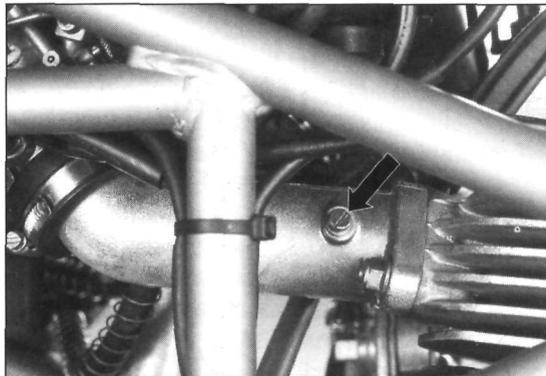
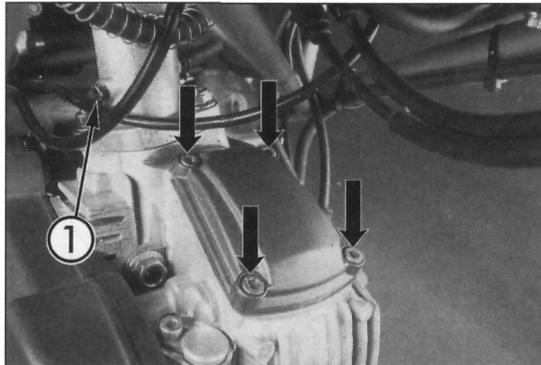

Bild 15
Bild 22
- An beiden Einlass-Stutzen (© Bild 22 und Pfeil/Bild 15) Unterdruckschläuche der Messuhren anschliessen.
- Beide Ventildeckel des zu bearbeitenden Zylinders abbauen (Bild 22).
- Hinterrad drehen, bis Kolben des zu bearbeitenden Zylinders im oberen Totpunkt (OT) des Zündtaktes stehen (durch Zündkerzenbohrung kontrollieren).